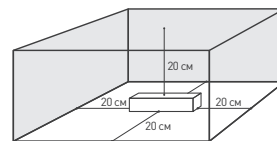

Рис. 5. Свободное пространство вокруг источника
- 4.3. Для естественной вентиляции обеспечьте не менее 20 см свободного пространства вокруг источника питания, как изображено на рис. 5. Если обеспечить свободное пространство невозможно — используйте принудительную вентиляцию.